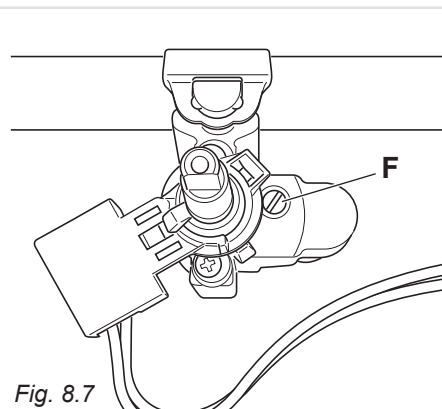

Fig. 8.7
- Sfilare la manopola del rubinetto e con un cacciavite a taglio agire sulla vite "F" (fig. 8.7) fino ad ottenere la fiamma desiderata.